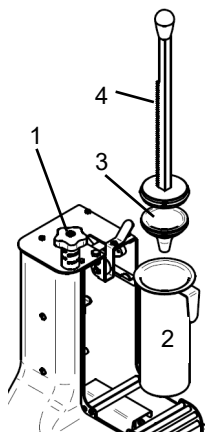

Fig. 6.3.1
6.3 - Produzione ravioli (Fig. 6.3.1)